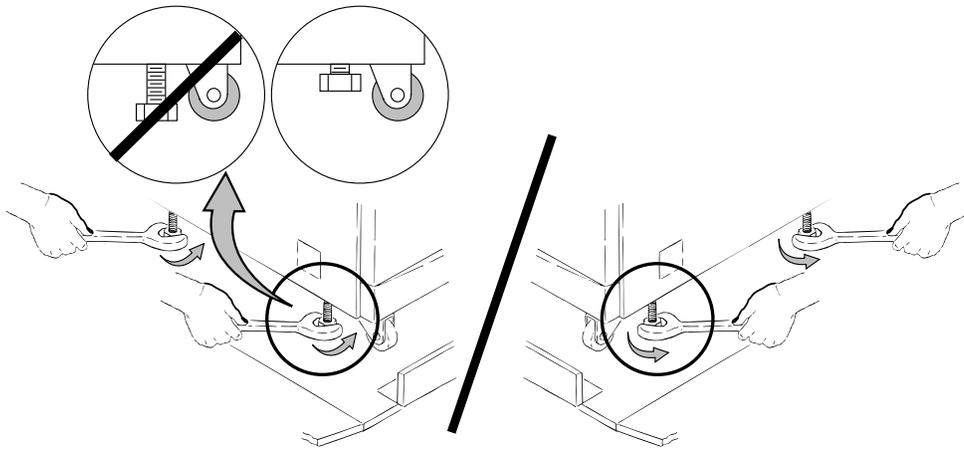

Abbildung A-13 Nivellierschrauben nach oben drehen
2. Drehen Sie mit Hilfe des Schraubenschlüssels alle vier Nivellierschrauben gegen den Uhrzeigersinn bis zum Anschlag nach oben. Siehe Abbildung A-13.